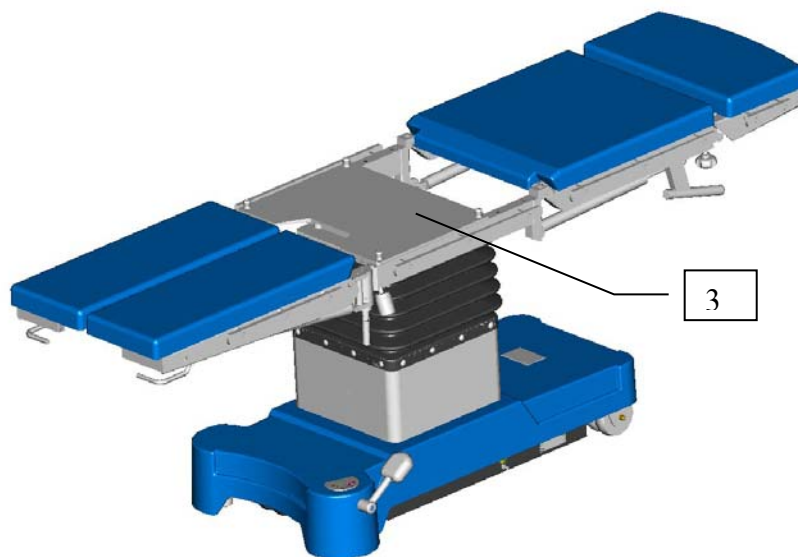

Рис.3
3. Установите новую плиту 360x475 (поз.3 рис.3) и закрепите ее с помощью стоек и винтов (см. п.2).